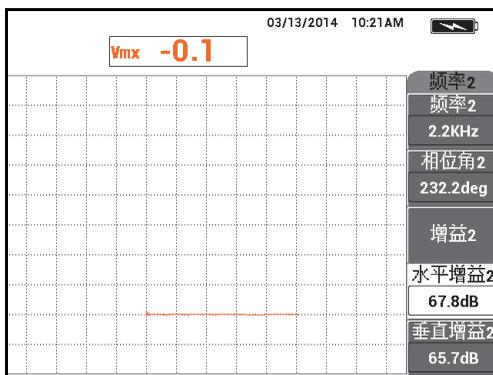

图 5-132 调节水平增益 2 的值
31. 在用力按住名片上的探头时, 调节**水平增益 2** (功能键 D), 直到混合信号延伸到距平衡点大约 5 个水平分区的位置 (参见第 205 页的图 5-132)。